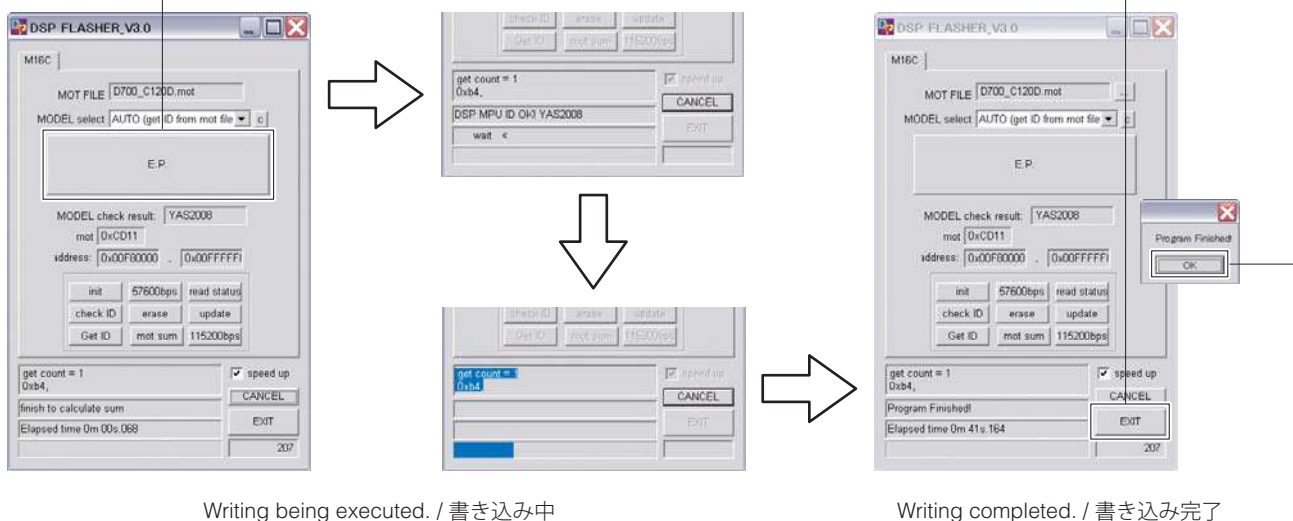

Fig. 3
| <p>3. Connect the power cable of this unit to the AC outlet.</p> <p>4. Click [E.P.] to start writing. (Fig. 3)</p> <p>5. When writing of the firmware is completed, "Program Finished!" is displayed. (Fig. 3)
Click [OK]. (Fig. 3)</p> <p>6. Click [EXIT] to end DSP_FLASHER_v3.0.exe. (Fig. 3)</p> | <p>3. 本機の電源コードを AC コンセントに接続します。</p> <p>4. [E.P.] をクリックして書き込みを開始します。(Fig. 3)</p> <p>5. ファームウェアの書き込みが完了すると、“Program Finished!” が表示されます。(Fig. 3)
[OK] をクリックします。(Fig. 3)</p> <p>6. [EXIT] をクリックして DSP_FLASHER_v3.0.exe を終了します。(Fig. 3)</p> |
6. When writing of the firmware is completed, "Vx61 DSP Flash finished!" is displayed. (Fig. 3)
6. ファームウェアの書き込みが完了すると、「Vx61 DSP Flash finished!」が表示されます。(Fig. 3)